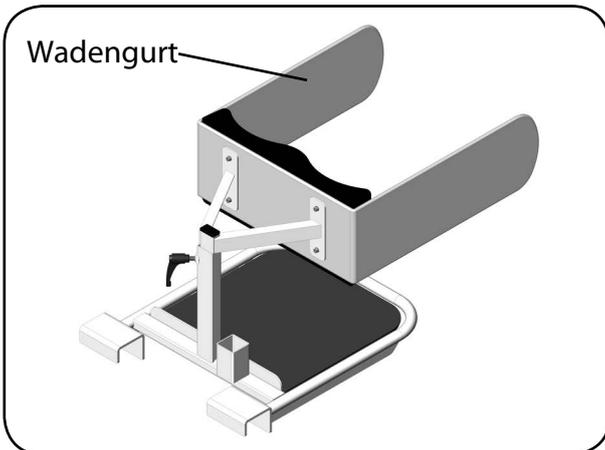

Abb. 6.3.02 - aks-Wadengurt anbringen
2. Positionieren Sie den aks-Wadengurt zwischen der Schienbeinstütze und der Schienbeinpolsterung und fixieren Sie den aks-Wadengurt über die vier Befestigungsösen mit den Schrauben (Abbildung 6.3.02).